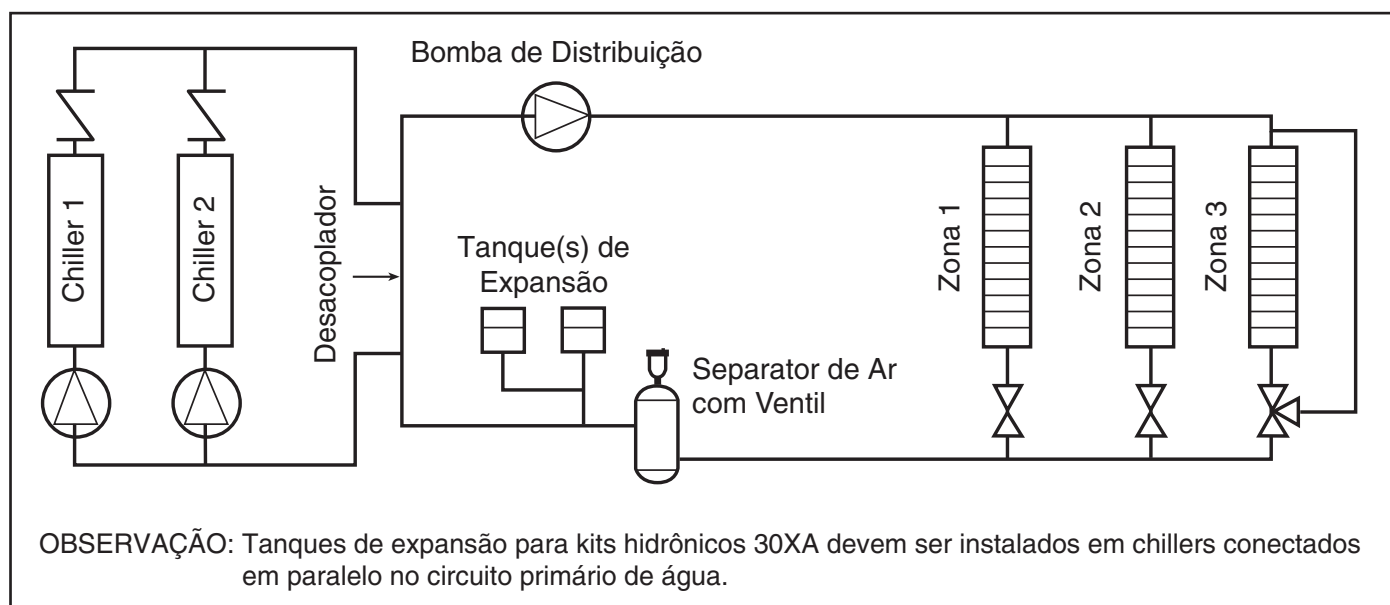

Fig. 13 - Separador de Ar Típico e Localização do Tanque de Expansão nos Sistemas Secundário-Primário
2. Instale um separador de ar no circuito da água, no local onde a água está em temperaturas mais altas e pressões mais baixas - geralmente na tubulação de retorno da água do chiller. No sistema secundário-primário, a água de temperatura mais alta está geralmente no circuito secundário, perto do desacoplador. A preferência deve ser dada para esse ponto do sistema (veja a Fig. 13). Nos separadores de ar centrífugos ou em linha já estão disponíveis no campo.
Onde dois ou mais chillers 30XA com kit hidráulico são instalados em paralelo, não deve haver mais do que um tanque de expansão no sistema, a menos que interligados em comum como visto na Fig. 13. É permitido instalar o(s) tanque(s) de expansão em uma parte da linha da água de retorno que é comum para todas as bombas, de modo que o tanque seja dimensionado de forma adequada para o volume do sistema combinado.
Se a aplicação envolve dois ou mais chillers em um sistema secundário-primário, um lugar comum para montar o tanque de expansão é na linha de retorno da água gelada, somente antes do desacoplador. Veja a Fig. 13 para colocação do tanque de expansão em sistemas secundário primário.